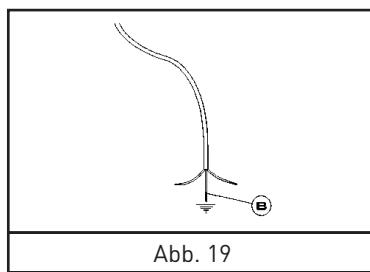

Abb. 19
**Wenn das Stromversorgungskabel ausgetauscht werden muss, sollte der Installateur darauf achten, dass der Erdungsdraht länger ist als die Phasenleiter (Abb. 19) und die Empfehlungen in Absatz 9 beachten.**